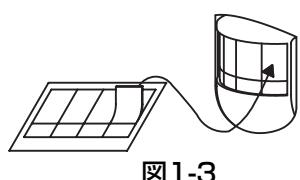

図1-3
- 不要な検知範囲の調整は、検知エリアカットシールを、検知部に貼付けて行ってください。(図1-3)
- ⑥ いったん壁スイッチをOFFにして、使い方にあわせて調整ツマミを設定してください。